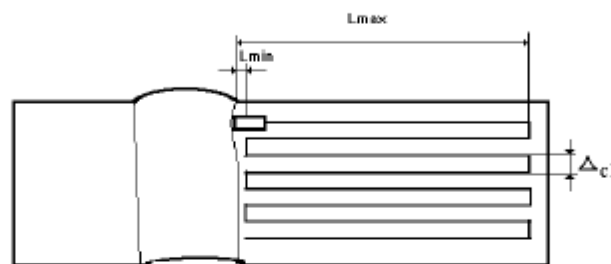

Рисунок 4 – Схема сканирования сварного соединения
2.1 Установить ПЭП и перемещать перпендикулярно шву в пределах от  $L_{min}$  до  $L_{max}$ , сдвигая ПЭП вдоль шва на шаг  $\Delta_{cl}$ , без особого усилия со скоростью не более 100 мм/с, обеспечивая надежный акустический контакт (рисунок 4).